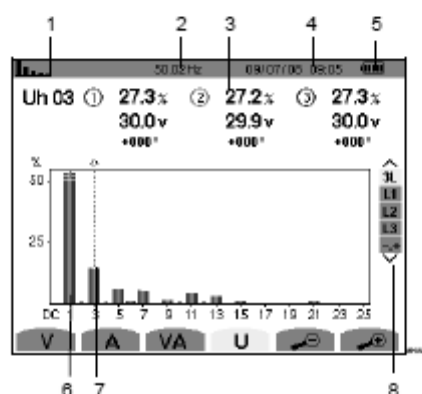

Figure 37 : exemple d'affichage des harmoniques de la tension composée (harmonique n°03 : Uh03) en 3L
3	<p>Uh 03 ① 27.3% ② 27.2% ③ 27.3%</p> <p>30.0v 29.9v 30.0v</p> <p>+000° +000° +000°</p> <p>Ces informations sont relatives à l'harmonique localisée sous le curseur (Figure 37, rep. 7).</p> <p>Uh 03 : numéro de l'harmonique.</p> <p>% : taux d'harmonique par rapport à l'harmonique fondamentale.</p> <p>v : tension efficace de l'harmonique considérée.</p> <p>+000° : déphasage par rapport à l'harmonique fondamentale (rang 1).</p>